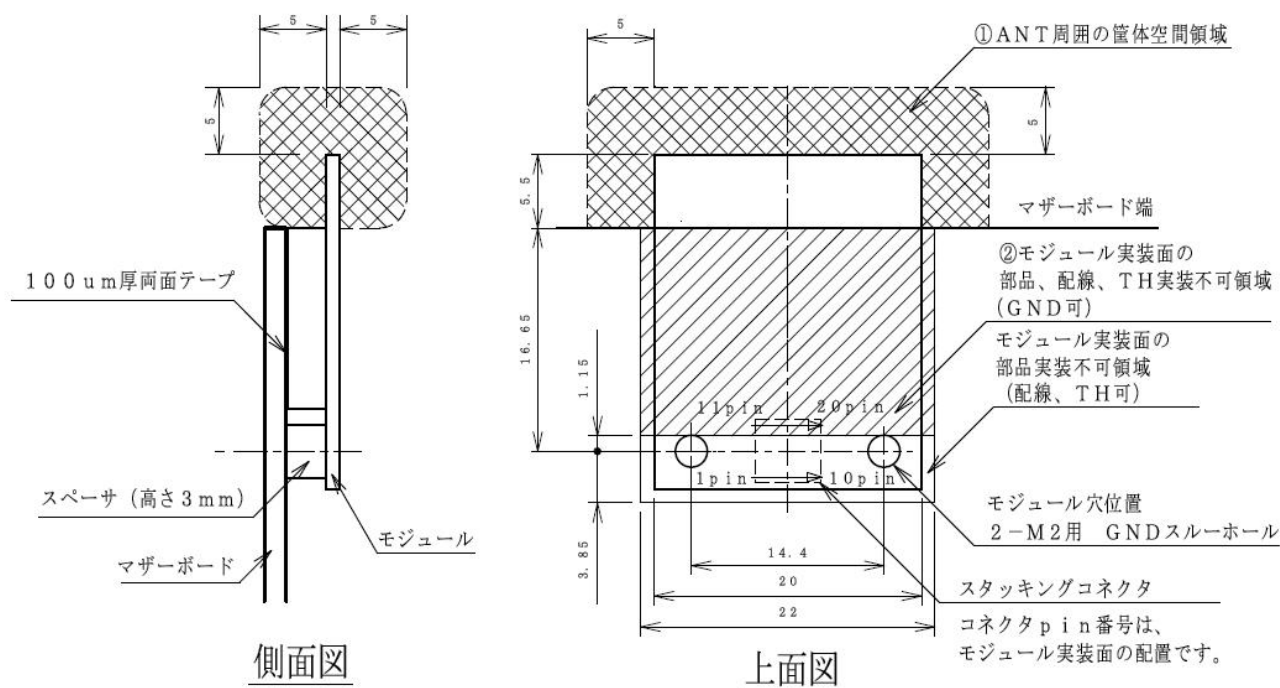

図 12 モジュール実装例での注意事項
本モジュールを基板上に実装する際の注意事項について、事例を参考に記載します(図 12)。
- 2) マザーボードのモジュール搭載部(次頁図 ②領域)は部品、配線、TH は禁止とします。但し、GND ベタおよび GND TH については可能です。
- 3) 図 12 の M2 用 GND スルーホールは M2 ねじを使用することで、ボードにモジュールを固定することができます。